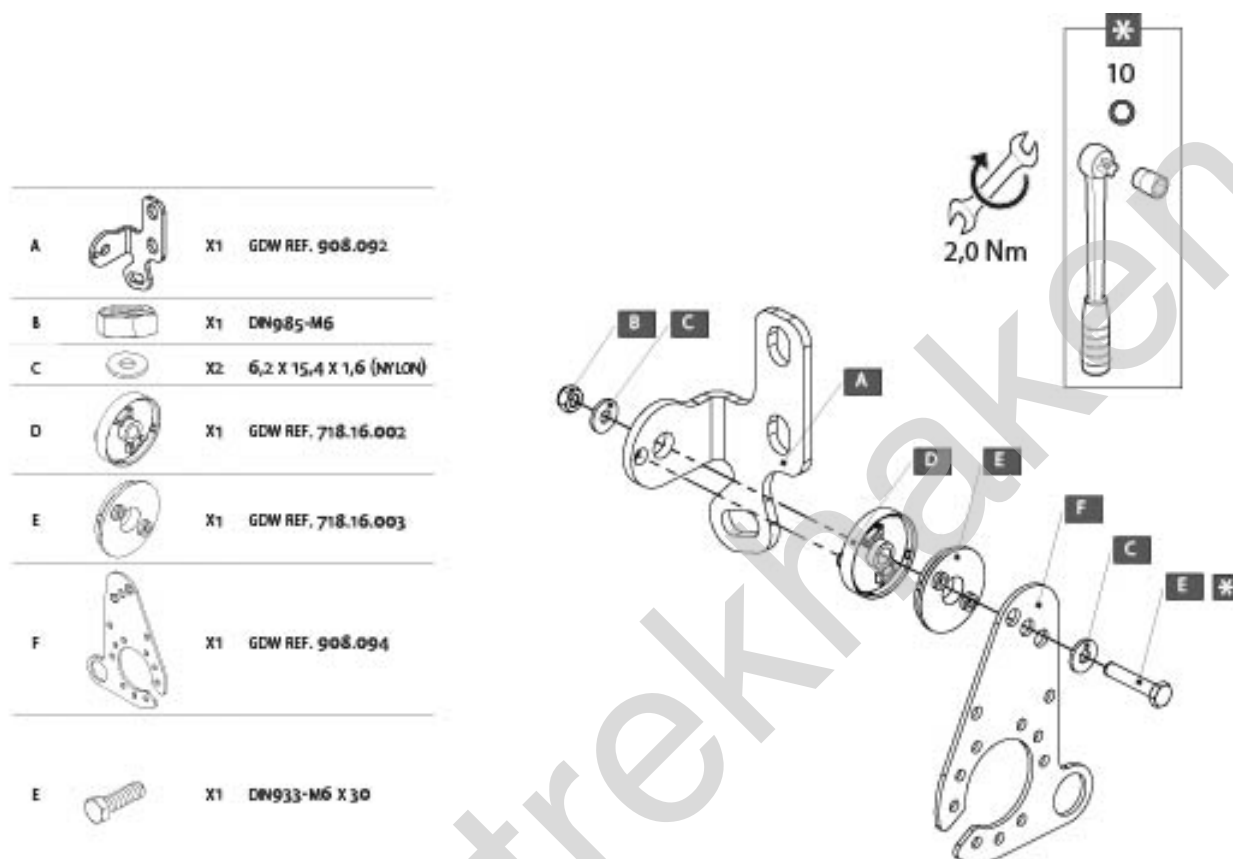

Fig. 1
2. Positioneer de monteerplaten ref.(1) links en ref.(2) rechts met de punten (A) op de van schroefdraad voorziene boringen, punten (B) op de gemaakte boringen en punten (C) op de voorziene boringen in de achterplaat van het voertuig. Plaats monteerzwee ref.(3) links en ref.(4) rechts met punten (A) tegen de monteerplaat en met (D) op de voorziene boring in de achterplaat. Breng bij de punten (A) de bouten aan en schroef deze handvast. Vergroot de boringen binnenin de koffer naar Ø 20mm en breng de opvulbuisjes ref.(5) in de chassisbalk en plaats de contraplatten ref. (6) op de buisjes , breng de bouten in en schroef handvast.
3. Positioneer de trekhaak met punten (E) tussen de beide monteerplaten en punten (C) passend met de boring in de achterplaat van het voertuig, Breng de bouten in en en schroef alles degelijk vast (zie aanhaalmomenten).
5. Maak in de onderzijde van de bumper een insnijding volgens Fig.1 en monteer de bumper terug op het voertuig.